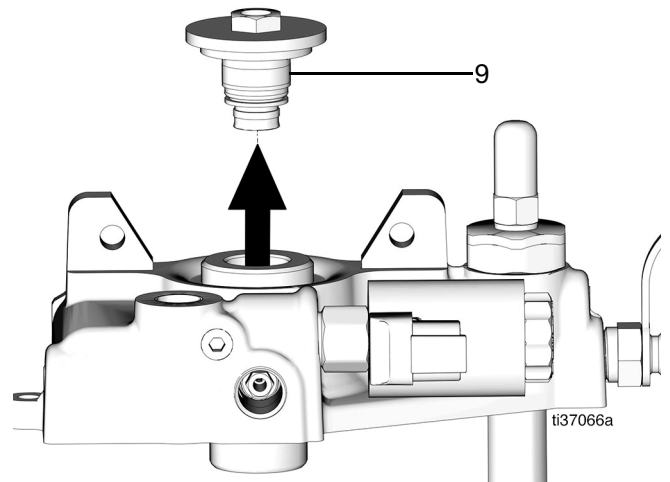

Рис. 47
30. Снимите стопорную гайку (9), расположенную на верхнем корпусе (Рис. 47).